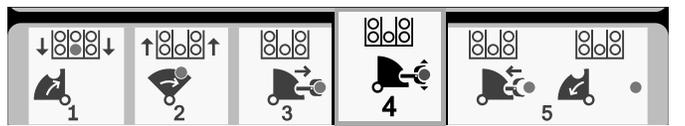

Bild 35
8. Lassen Sie die Taste los, um zum nächsten Schritt in der Folge zu gehen (Bild 35).